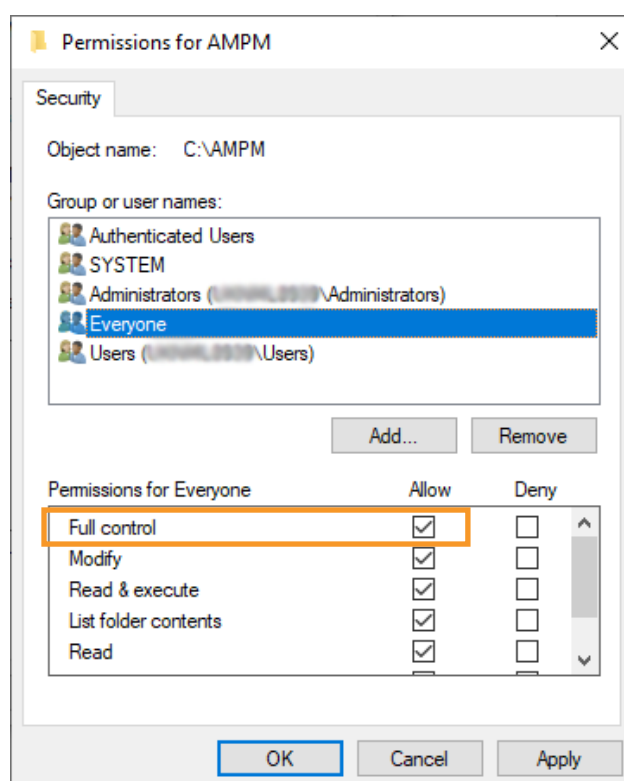

Imagen 43 Permita “Control total”
4. Seleccione “Todos” y permita “Control total” (consulte la Imagen 43).